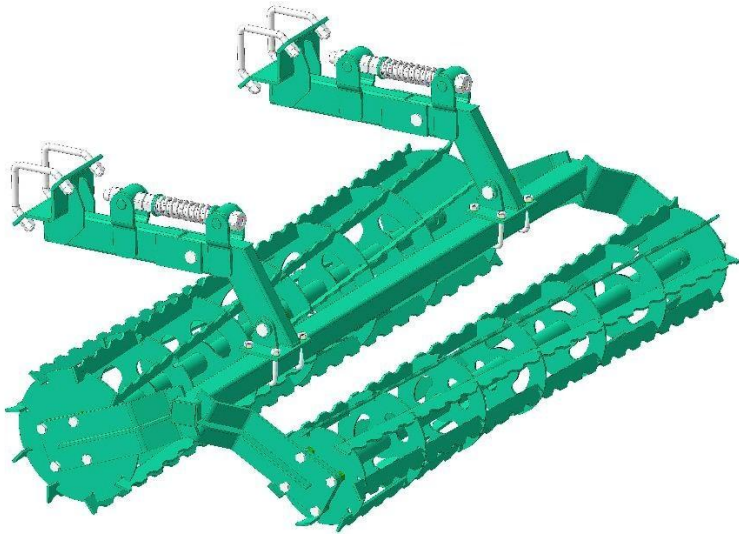

Рисунок 9 – Приставка катковая двухрядная
- приставка двухрядная катковая (рис.9)